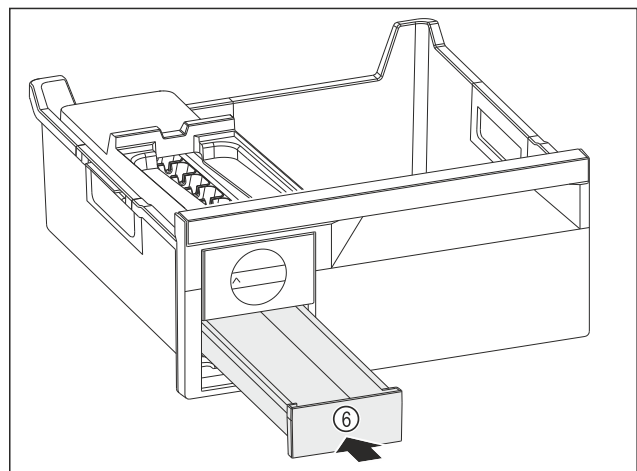

Fig. 170
- ▶ Eiswürfelschubfach Fig. 170 (6) einschieben.